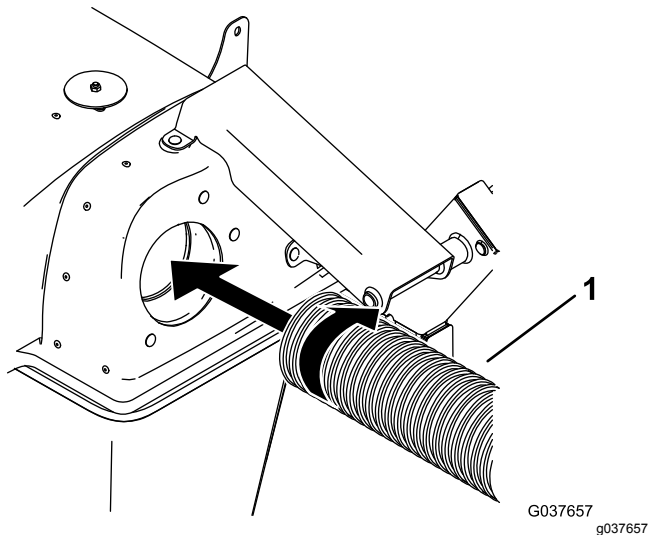

**Figura 8**
2. Montate un fermo in gomma su ciascuna piastra (Figura 8).